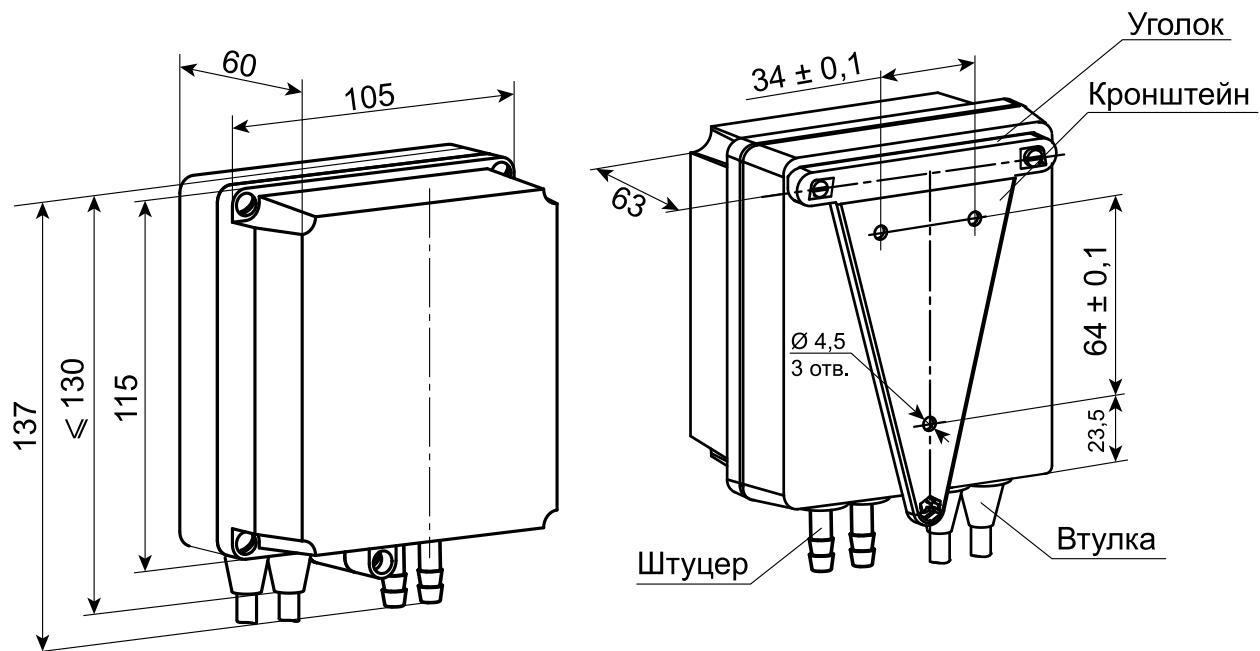

Рисунок 4.3 – Габаритные и установочные размеры преобразователя настенного крепления
1. Закрепить кронштейн тремя винтами M4 × 20 на подготовленной поверхности, см. рисунок 4.3 и рисунок 4.2, а.